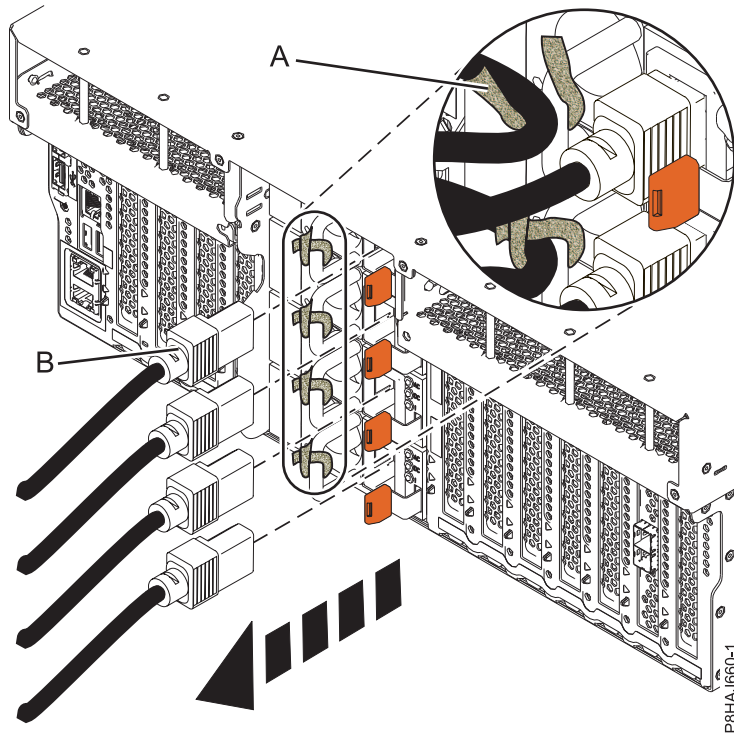
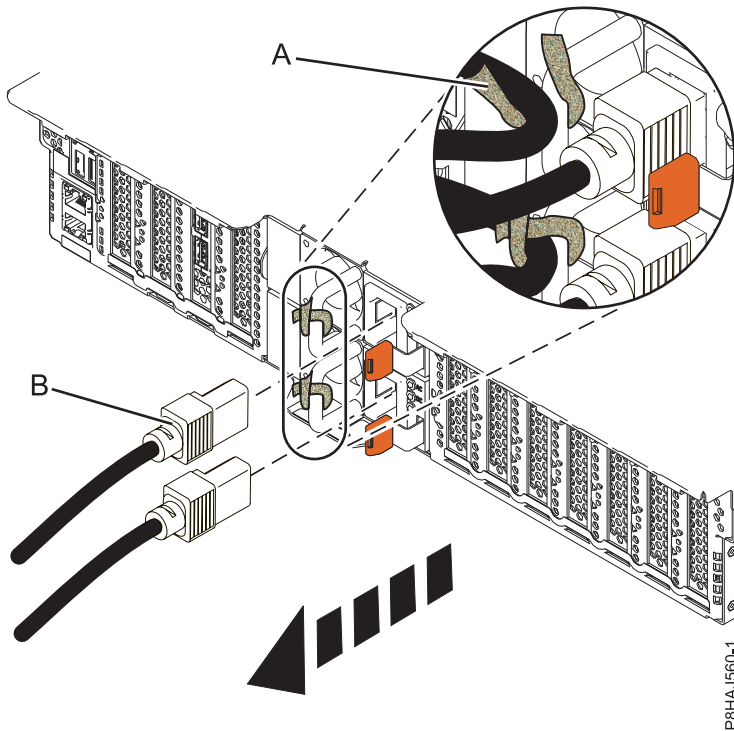
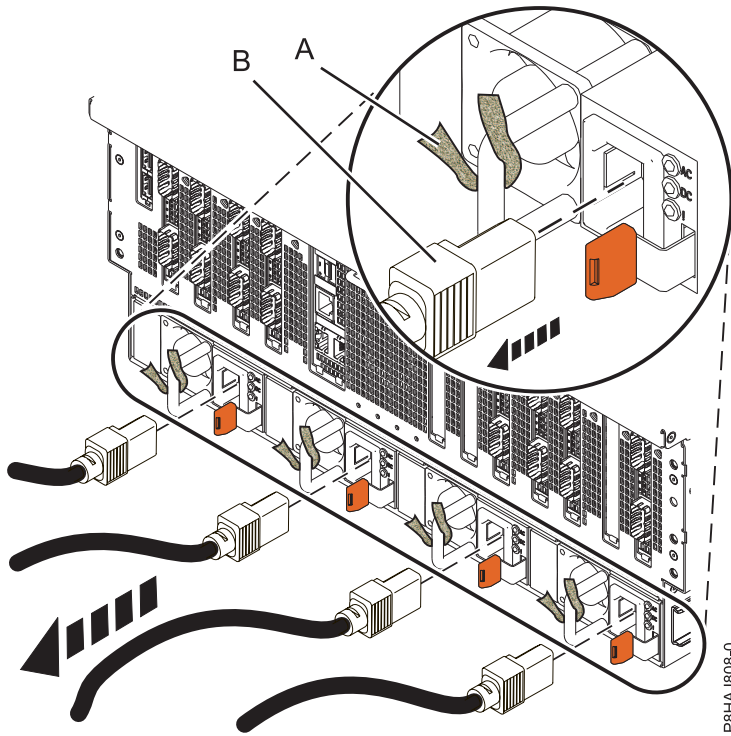

Figura 36. Extracción de los cables de alimentación de un sistema 8247-42L, 8286-41A o 8286-42A
Figura 37. Extracción de los cables de alimentación de un sistema 5148-21L, 5148-22L, 8247-21L, 8247-22L, 8284-21A o 8284-22A
Figura 38. Extracción de los cables de alimentación de un sistema 8408-44E o 8408-E8E
3. Desconecte los cables de alimentación **(B)** de la unidad del sistema. Consulte la Figura 36 en la página 51, la Figura 37 en la página 51 o la Figura 38 en la página 52, dependiendo del tipo de sistema.